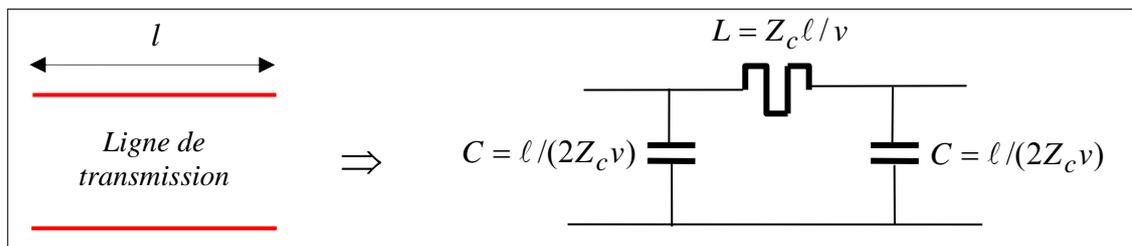

**Figure 4 :** Modélisation du câble d'alimentation entre l'alimentation  $V_P$  et l'inverseur.
En pratique, le circuit inverseur est relié à l'alimentation  $V_P$  par un câble d'une certaine longueur. Ce câble peut être modélisé par une structure dite en « Pi » comme le montre la figure 4. Cette impédance fait apparaître une inductance  $L_C$  et deux capacités  $C_C$ , si la longueur du câble est très inférieure à la longueur d'onde alors, on a les relations suivantes :
**Question 6 :** Quelles sont, juste avant la transition, les valeurs des tensions  $V_{DD}$  et  $V_s$  et du courant dans l'inductance  $L_c$  du circuit de la figure 4. On suppose que  $V_e = '1'$  est appliqué depuis très longtemps.